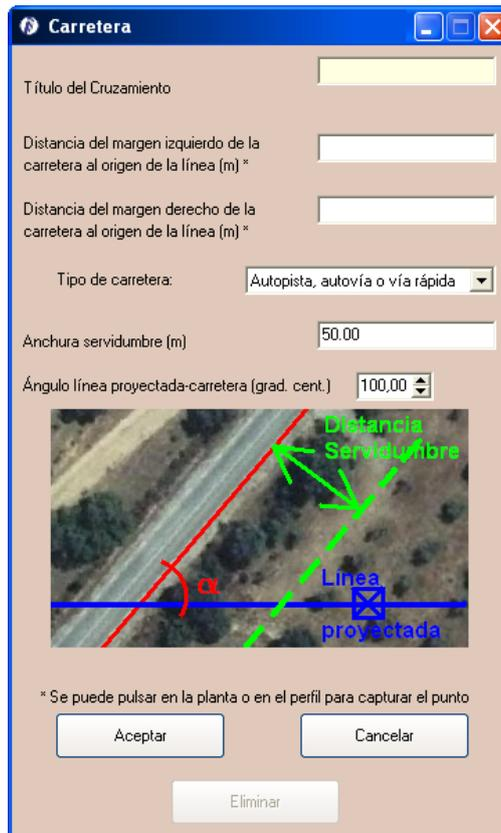

Figura 5.45. Cruzamiento con carretera
- Cruzamiento con carretera (). En la ventana de cruzamiento con carretera (Figura 5.45) podemos introducir un cruzamiento indicando: